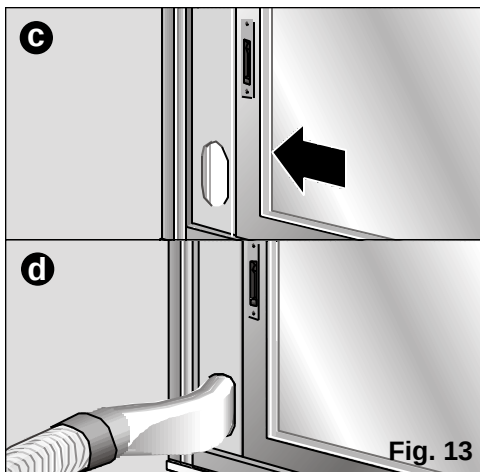

Fig. 13
- ☐ Il est également possible d'utiliser l'accessoire d'installation pour fenêtre / balcon coulissant (voir "Description des accessoires") fourni avec l'appareil, **Fig. 13: a, b, c, d.** Celui-ci sert aussi bien pour les fenêtres horizontales que verticales.